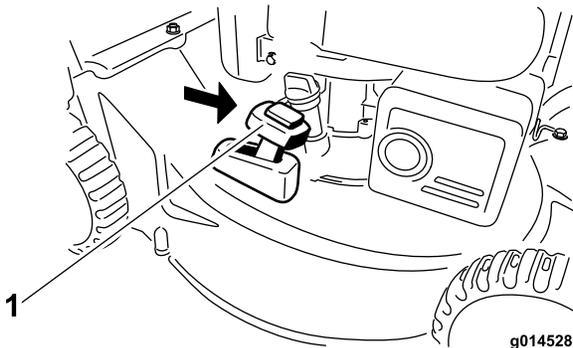

Bild 20
2. Setzen Sie den Fangkorb ein, siehe Entfernen des Fangkorbs \(Seite 13\), und stellen den Hebel für den zuschaltbaren Fangkorb auf die Stellung **Fangkorb** (Bild 20).
**Hinweis:** Nehmen Sie ggf. den Fangkorb von der Maschine ab, bevor Sie das Schnittgut hinten auswerfen, siehe Entfernen des Fangkorbs \(Seite 13\). Der Hebel für den zuschaltbaren Grasfangkorb sollte in der Stellung **Fangkorb** sein (Bild 20).